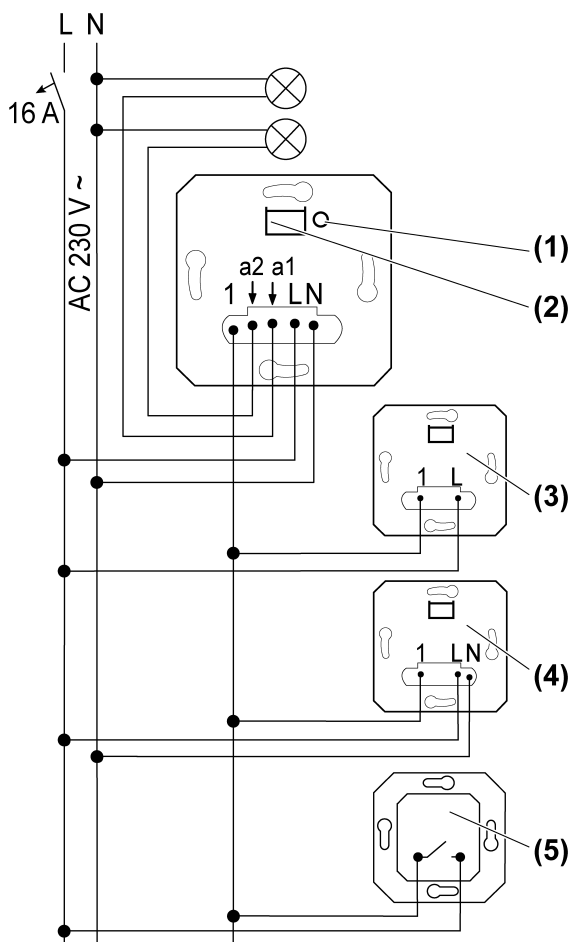
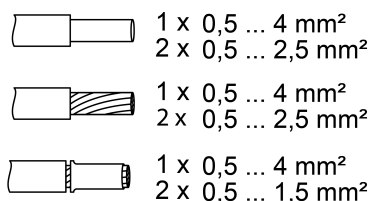

Figure 1: Schéma de raccordement avec postes auxiliaires en option
Figure 2: Section de conducteur serrable
- Raccorder le mécanisme de commutation conformément au schéma de raccordement (Figure 1). Respecter pour cela la section transversale de conducteur pouvant être bloquée (Figure 2).
- i** Un actionnement bref de la touche **TEST** (1) permet de commuter la charge sur les deux sorties (états de commutation : **a1** marche **a2** arrêt, **a1** arrêt **a2** marche, **a1** et **a2** marche, **a1** et **a2** arrêt).